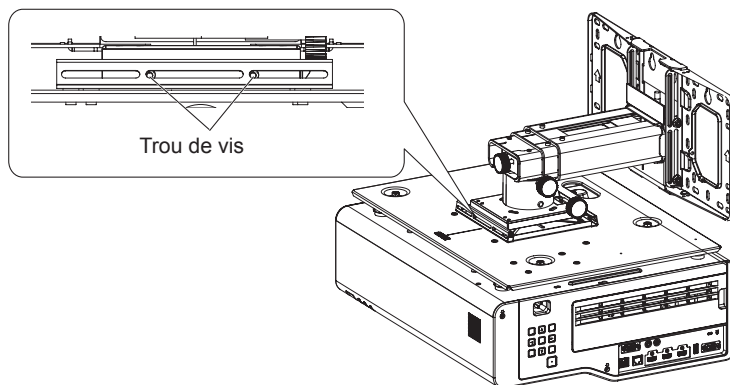

Fig.3
- Ajustez la position du kit de support de montage projecteur de sorte que les deux trous de vis sur l'unité réglable soient situés à l'extrémité gauche des trous longs sur la plaque de connexion. (Fig.3)